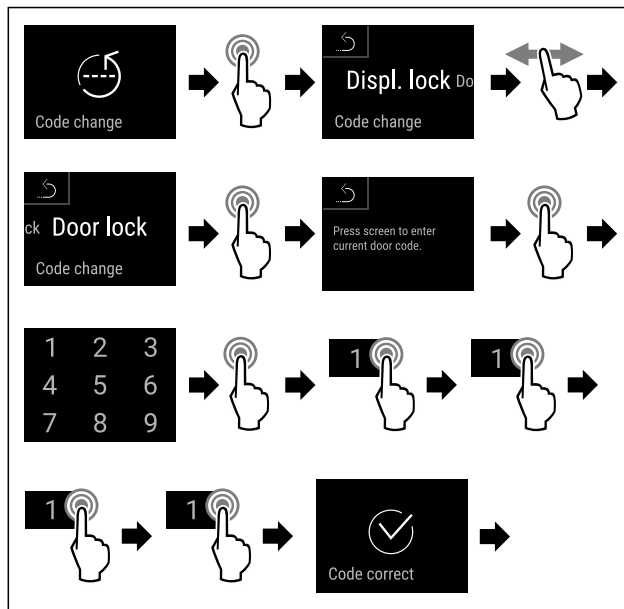

Fig. 81
- ▶ Hajtsa végre a művelet lépéseit (lásd Fig. 81).